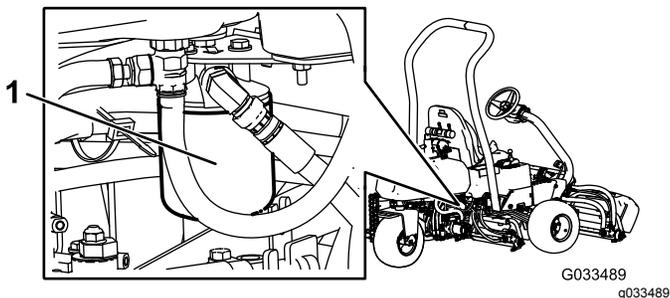

図 53
3. 右側油圧フィルタについても同様にステップ 1 と 2 を行う 図 53。